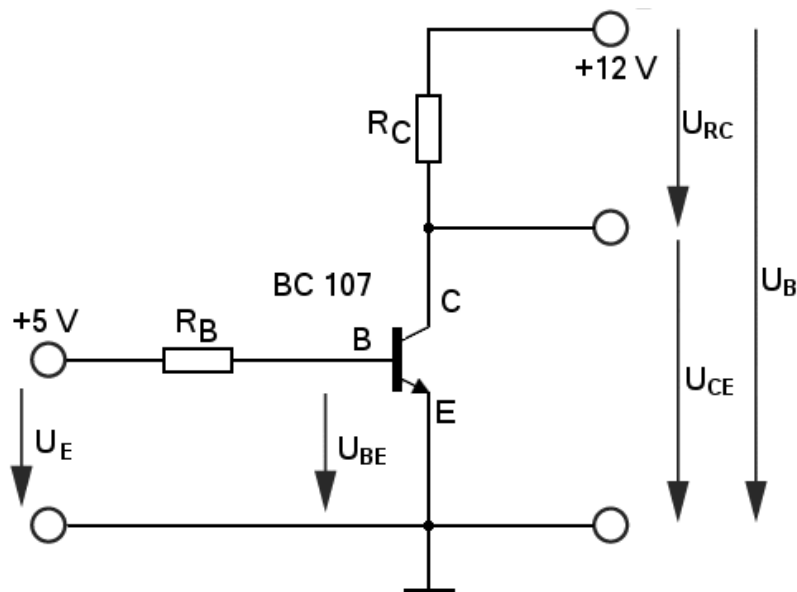

Bild 1.4: Transistor als Schalter
8. Für den Einsatz in der Digitaltechnik ist vor allem die Verwendung des Transistors als Schalter interessant. Sehr vereinfacht gesagt, lässt sich mit einem kleinen Strom an der Basis, ein größerer Strom an der Kollektor-Emmitter-Strecke schalten (Bild 1.4).